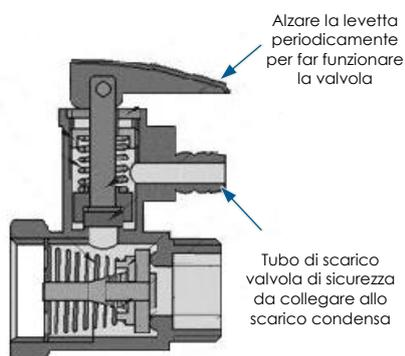

Fig. 8- Valvola di sicurezza 7 bar per scaldabagno
**NOTA!** Il tubo di scarico collegato al dispositivo contro le sovra-pressioni deve essere installato in pendenza continua verso il basso e in un luogo protetto dalla formazione di ghiaccio (Fig. 8) ed allacciato ad uno scarico di portata adeguata e protetto dalla formazione di gelo.